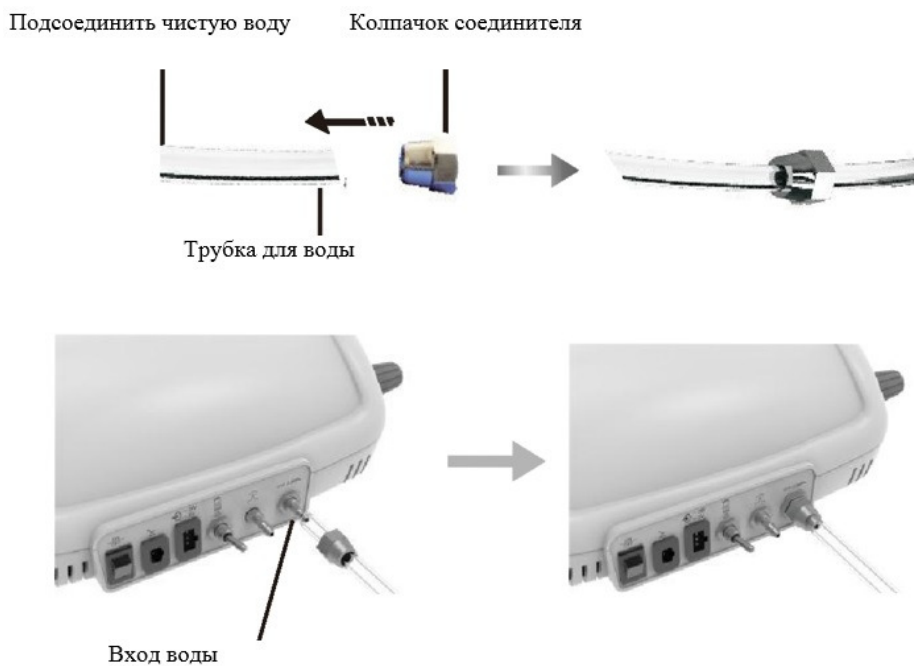

Рисунок 3
в) Схема подсоединения системы подачи воды показана на рис.3
- г) Соедините один конец трубки для воды со входом воды, а другой конец с источником чистой воды (рис.3)